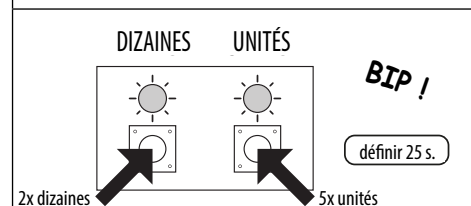

Fig. 17
2. Utiliser les boutons des dizaines et des unités pour régler la durée d'activation du relais, par ex. pour régler la durée de relais sur 25, appuyer 2 fois sur les boutons des dizaines et 5 fois sur le bouton des unités (écouter le bip de confirmation à chaque pression sur le bouton et observer les LED jaunes des dizaines/unités car elles doivent clignoter à chaque pression sur le bouton), voir **Fig.17**.